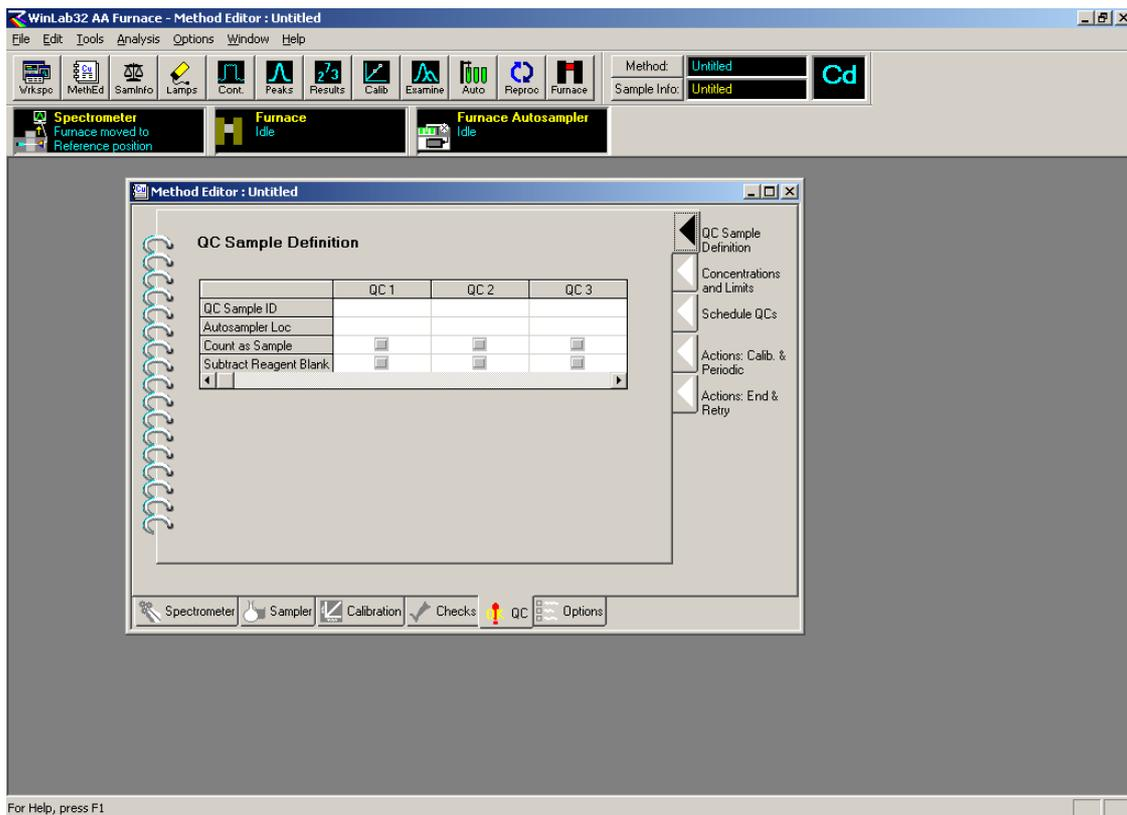

图 39. 方法编辑中的“QC”参数设定页面
2. 2. 15 在此页面中首先决定哪些样品要测定回收率, 可以是所有的样品, 也可以是每隔多少个样品, 还可以是在自动进样器里某些位置的样品溶液; 然后还要决定当样品回收率没有落到早先指定的范围时仪器应选择的动作, 稀释或使用另外的测定方法. 此后即可进入到“QC”页面如下图 39: